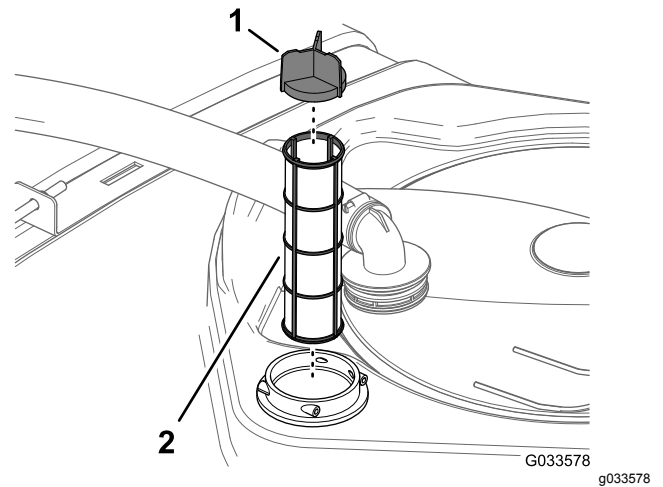

Figura 54
4. Retire el filtro de aspiración usado del alojamiento del filtro del depósito (Figura 54).